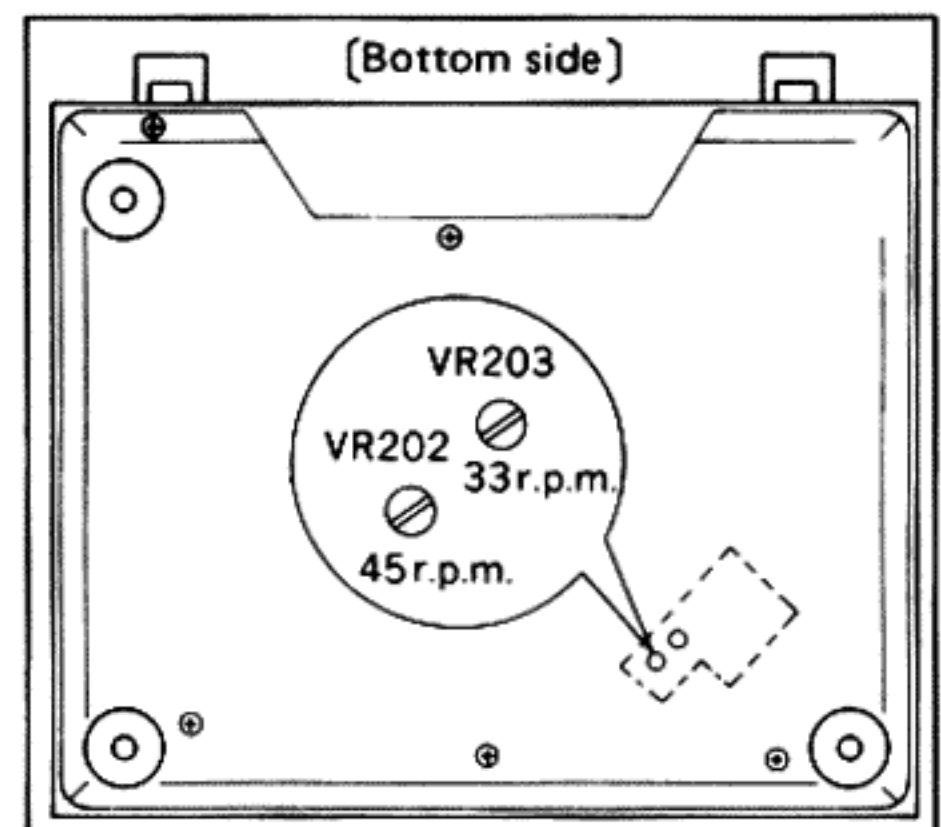

Fig. 16
● Adjustment of rotational speed (Fig. 16, 17)
● Justierung der Drehzahl (Abb. 16, 17)
- **Réglage de la vitesse rotationnelle (Fig. 16, 17)**
- **Ajuste de velocidad rotacional (Fig. 16, 17)**